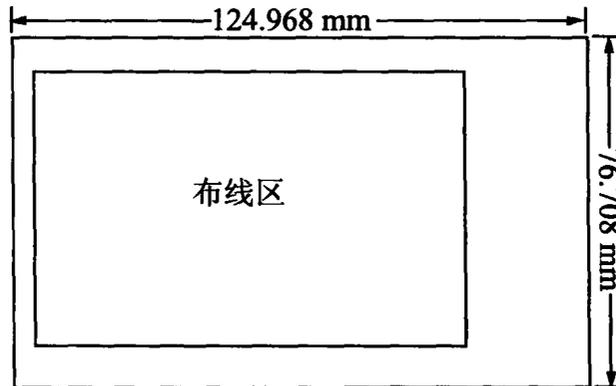

图 1-11 绘制禁止布线框
- (5) 在禁止布线层绘制禁止布线框,确定自动布线范围,如图 1-11 所示。
- (6) 在印刷板编辑器中执行菜单命令“网络表”→“加载”,加载第 3 步生成的网络表 T. net,通过网络表加载零件封装到印刷板文件(PCB)中,对不能自动加载的封装